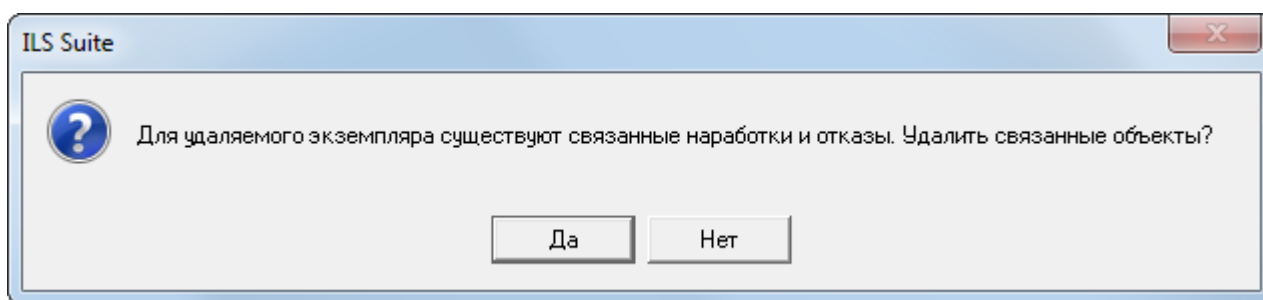

Рис. 20-21 – Проверка на наличие связи с наработкой и неисправностями
8) Если удаляемый экземпляр ФИ связан с наработкой и/или неисправностями, выводится диалоговое окно (рис. 20-21).